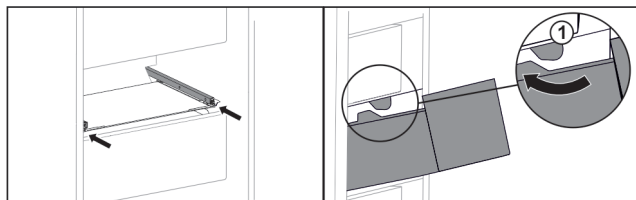

Fig. 127
- ▶ Ved'te zásuvku podél zářezek Fig. 127 (1).